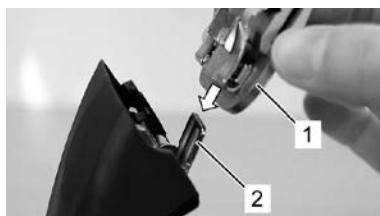

Fig. 15
6. Mettez la tête de coupe désirée sur la charnière de peigne et rabattez-là par pression légère vers la tondeuse en marche (Fig. 15, 16, 17).